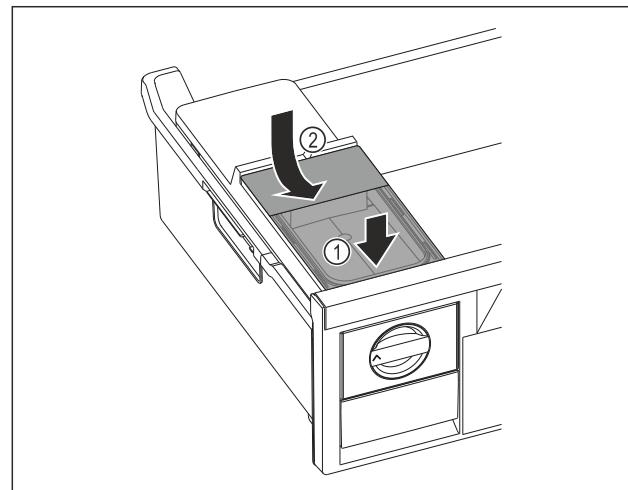

Fig. 110
- ▶ Nádržku na vodu nasadte vpred. Fig. 110 (1)
- ▶ Nádržka na vodu spusťte vzadu. Fig. 110 (2)